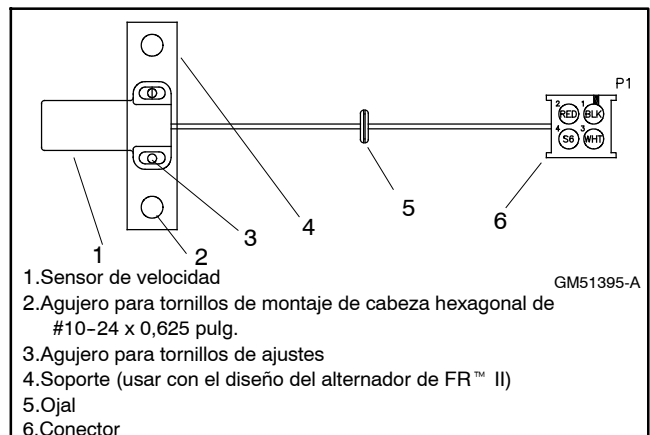
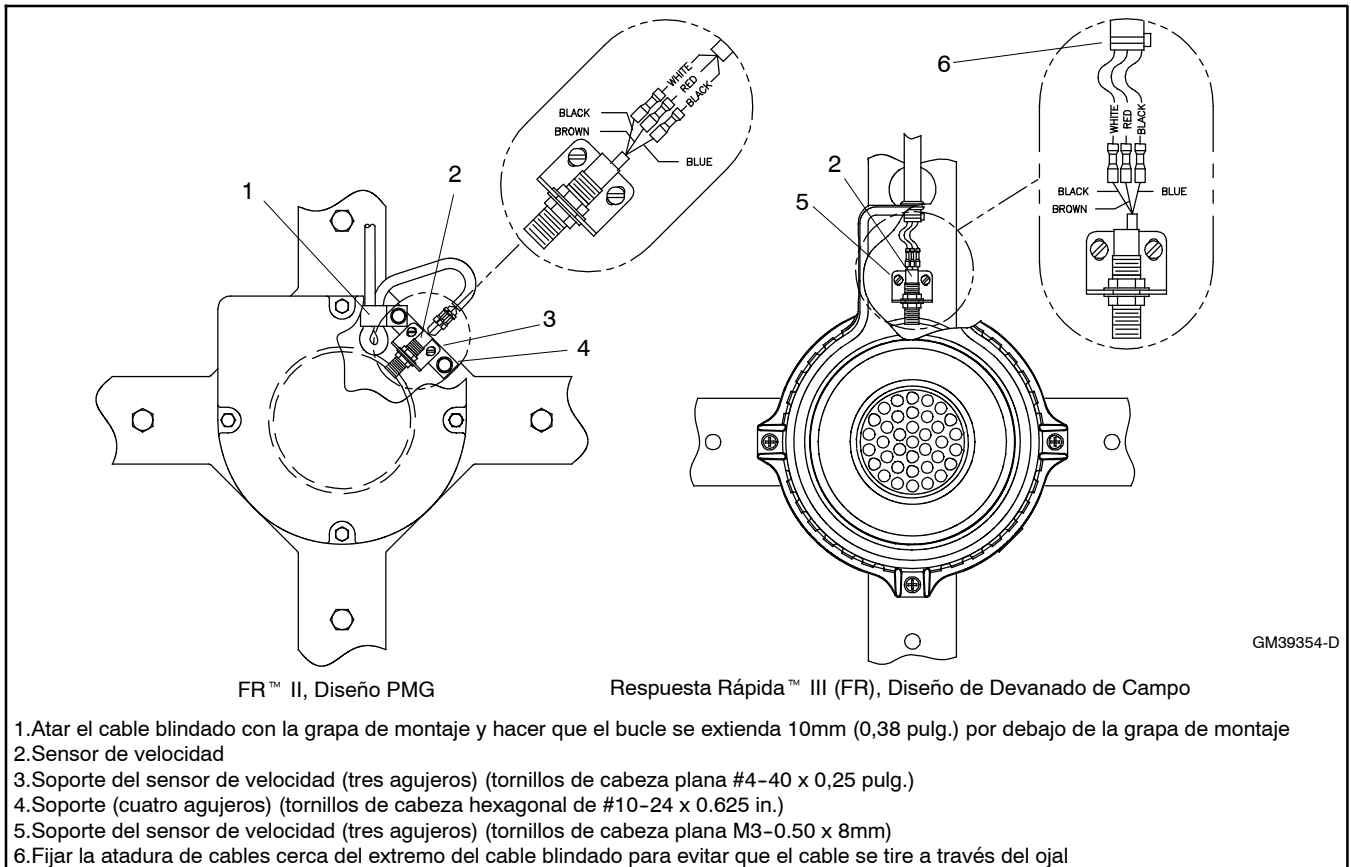
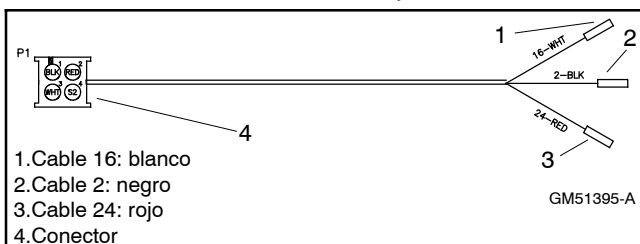
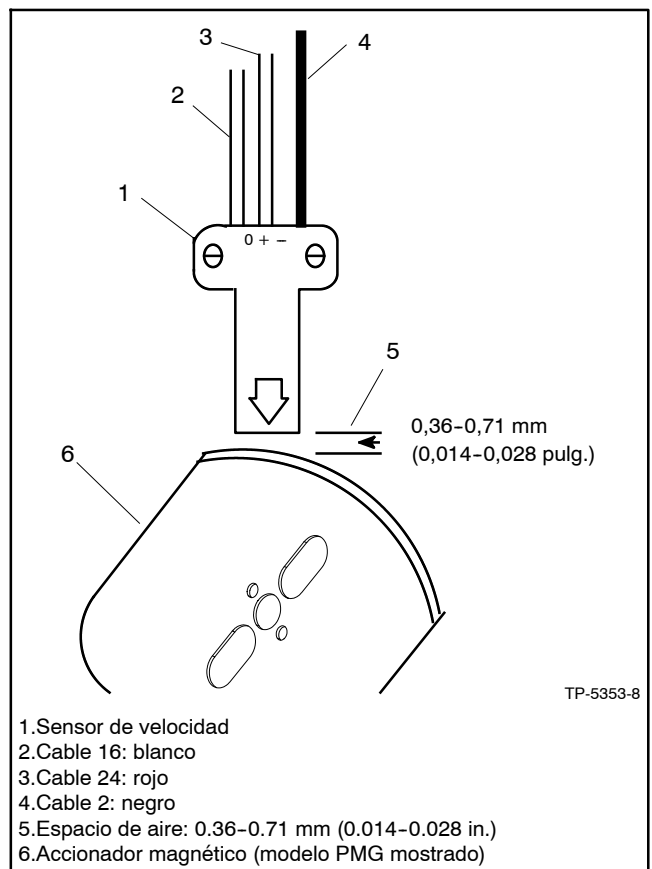

Figura 8-50 Sensor de velocidad GM51395
Figura 8-51 Sensor de velocidad existente y diseños de montaje
Figura 8-52 Arnés del sensor de velocidad GM70485
Figura 8-53 Espacio de aire del sensor de velocidad
- f. Si la unidad tiene el diseño del alternador en FR™ II, remover el soporte plano de cuatro agujeros. El soporte plano de cuatro agujeros no será reutilizado. Guardar los tornillos y grapas de montaje (Figura 8-51, Artículo 1) que sujetan el cableado del sensor de velocidad ya que esas piezas se reutilizarán.
- a. Si la unidad tiene el diseño del alternador en FR™ II, montar el nuevo soporte (Figura 8-50, Artículo 4) del kit del sensor de velocidad y sustituir la grapa de montaje existente (Figura 8-51, Artículo 1) sujetando el arnés de cableado del sensor de velocidad al soporte del extremo del grupo electrógeno y utilizando los tornillos originales.
- d. Hacer coincidir los colores de los cables (blanco, negro y rojo) y doblar los extremos de los cables pelados al arnés GM70485 del sensor de velocidad. Consultar la Figura 8-52.
- e. Enchufar el conector del sensor de velocidad (Figura 8-50, Artículo 6) en el conector del arnés del sensor de velocidad (Figura 8-52, Artículo 4). Cada conector está codificado para aparearse de una sola manera.
- f. Soltar los tornillos de ajuste (Figura 8-50, Artículo 3) y ajustar el espacio de aire utilizando un calibrador y las especificaciones de la Figura 8-53. Apretar totalmente los tornillos de ajuste.
- g. Posicionar el ojal (Figura 8-50, Artículo 5) para alinear con la muesca de la cubierta de la placa de circuito LED (FR II™) o la cubierta del conjunto rectificador giratorio (FR III™).